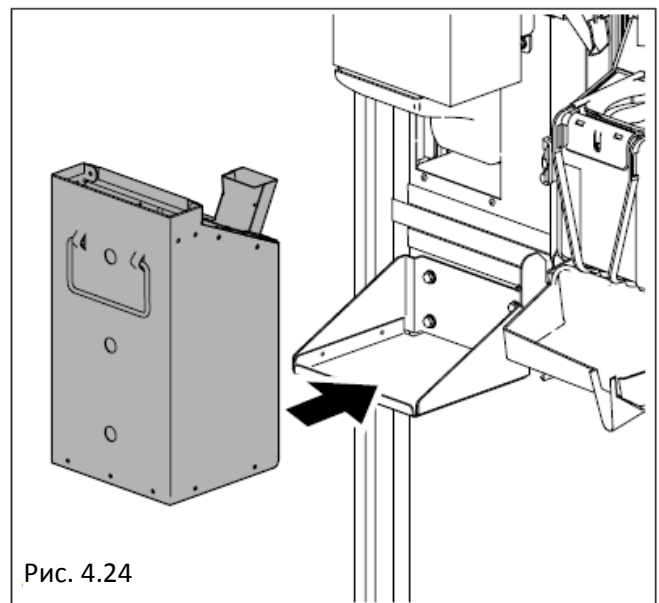

Рис. 4.24
- Повесьте монетный механизм (Рис. 4.24).